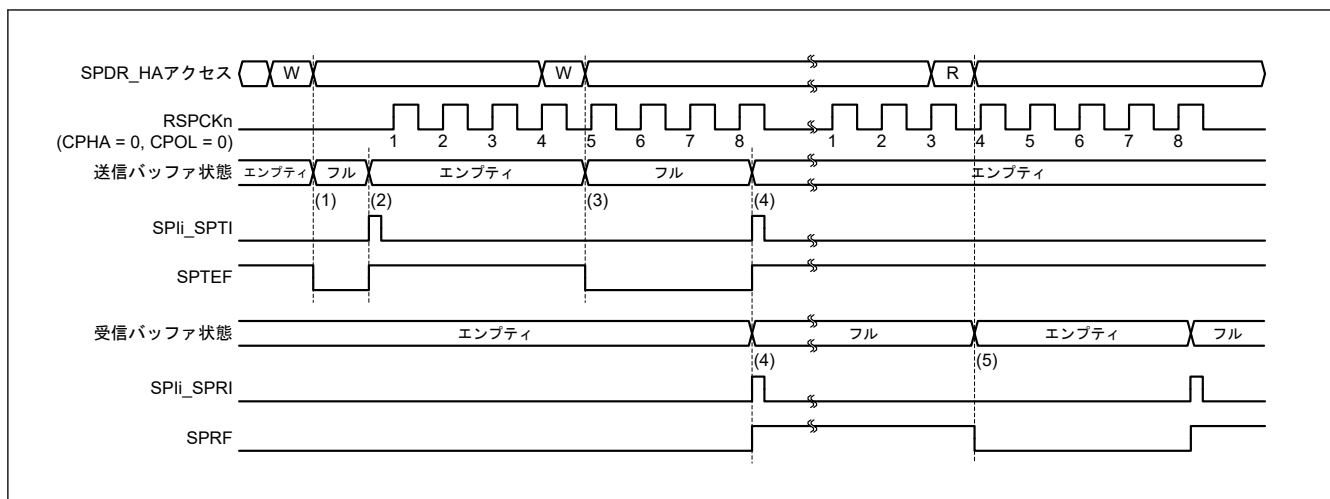
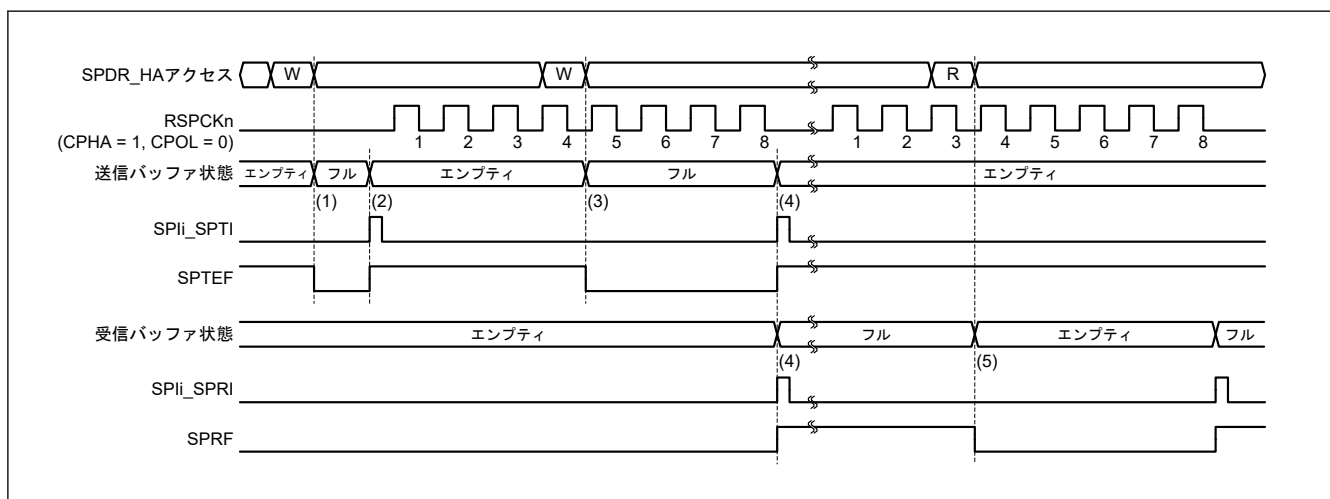

図 31.29 SPIi_SPTI および SPIi_SPRI 割り込みの動作例 (CPHA = 0 かつ CPOL = 0、マスタモード)
図 31.30 SPIi_SPTI および SPIi_SPRI 割り込みの動作例 (CPHA = 1 かつ CPOL = 0、マスタモード)
図 31.29 および図 31.30 に、送信バッファエンプティ割り込み (SPIi_SPTI) と受信バッファフル割り込み (SPIi_SPRI) の動作例を示します。これらの図に示された SPDR_HA レジスタアクセスは、レジスタへのアクセス条件を示しています。W は書き込みサイクル、R は読み出しサイクルを示しています。図 31.29 では、SPCR.TXMD ビットが 0、SPDCR.SPFC[1:0] ビットが 00b、SPCMDm.CPHA ビットが 0、かつ SPCMDm.CPOL ビットが 0 の設定で、SPI が 8 ビットのシリアル転送を実行しています。図 31.30 では、SPCR.TXMD ビットが 0、SPDCR.SPFC[1:0] ビットが 00b、SPCMDm.CPHA ビットが 1、かつ SPCMDm.CPOL ビットが 0 の設定で、SPI が 8 ビットのシリアル転送を実行しています。RSPCKn 波形の下に記載した数字は RSPCK サイクル数 (= 転送ビット数) を示しています。
以下に、図 31.29 および図 31.30 の (1)～(5) に示したタイミングでの SPI の動作を説明します。